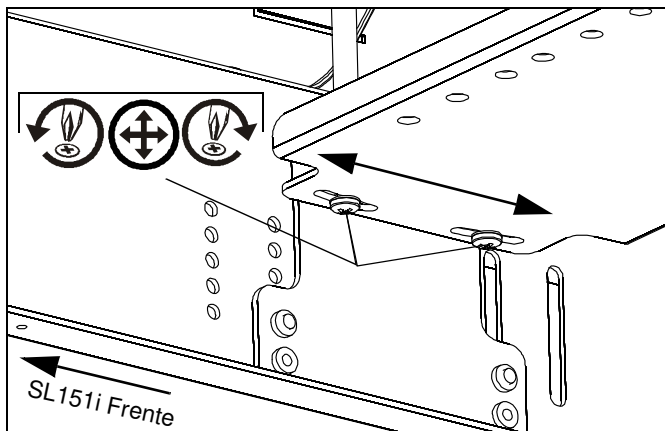

Figura 12
- Para regular la posición del soporte hacia adelante o hacia atrás de un lado o del otro, afloje los dos tornillos del lado que desee regular. (Consulte la Figura 12).
- Ajuste los tornillos. (Consulte la Figura 12).